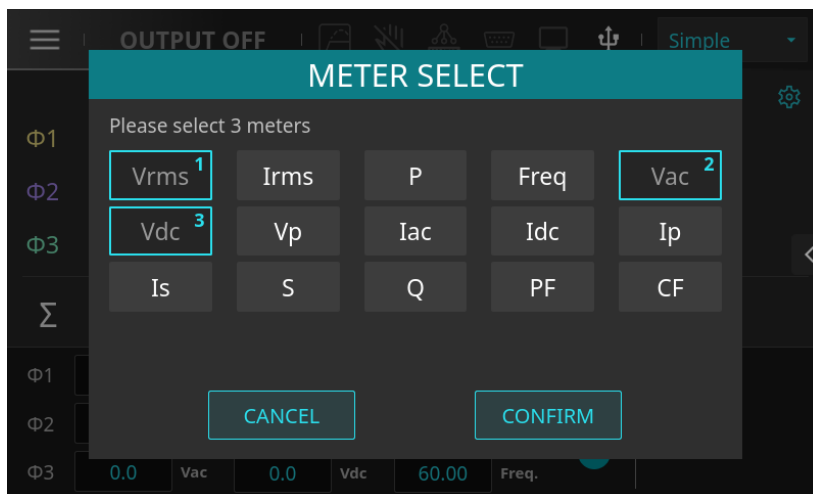

图 4-12 选取量测参数 "Vac"、"Vdc" 页面
3. 按下参数 "Vac"、"Vdc"，如图 4-12 所示。